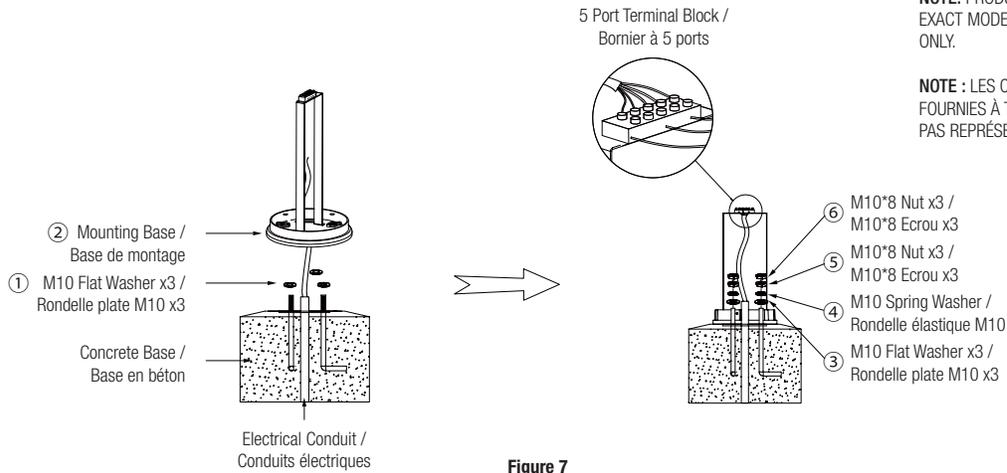

Figure 7
8. Place bollard mounting base over anchor bolts, and tighten M10 flat washer, M10 spring washer & M10*8 nuts Fig. 7 securing the mounting base to the foundation.
8. Placer la base de montage sur les boulons d'ancrage, et serrer la rondelle plate M10, la rondelle élastique M10 et les écrous M10*8 Fig. 7 pour fixer la base de montage à la fondation.